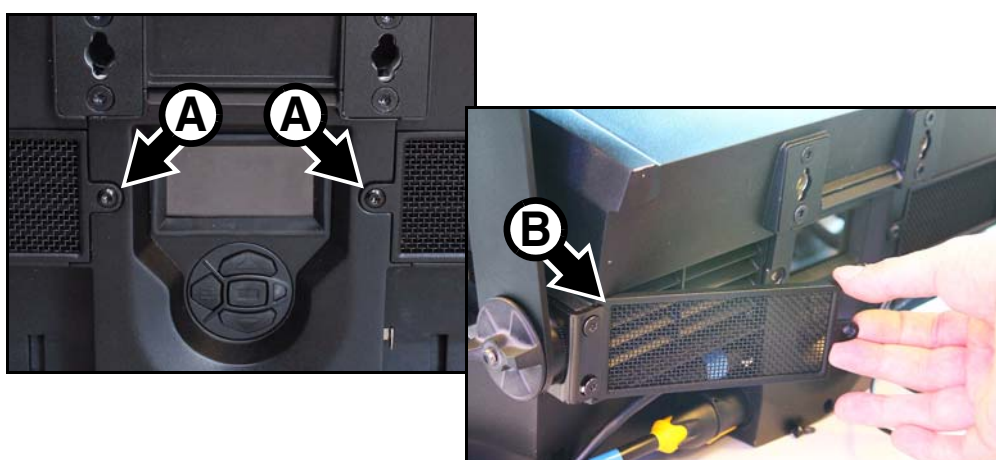

Figure 10: Démontage des aérations
3. Si les grilles des entrées d'air ne sont pas parfaitement propres, consultez la Figure 10. Démontez les vis de fixation des grilles **A**, dégagez les grilles en les faisant basculer et retirez-les. Nettoyez les grilles avec une brosse souple et un aspirateur. S'il reste des résidus gras, nettoyez les grilles avec une solution détergente puis séchez-les correctement. Réinstallez les grilles en les insérant par un mouvement rotatif après avoir engagé le bord extérieur **B** dans leur support puis remontez les vis **A**.